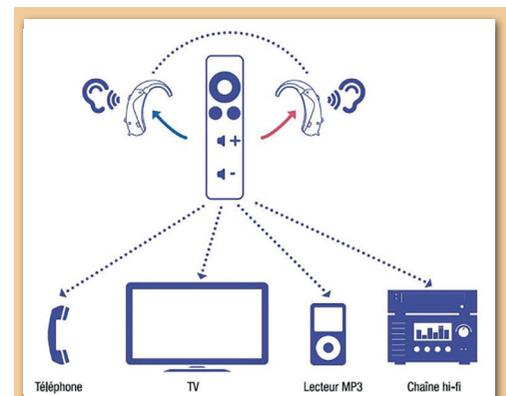

Figure 11 : Exemple de connectivité sans fil
- approcher le microphone de la source sonore » (Figure 11)